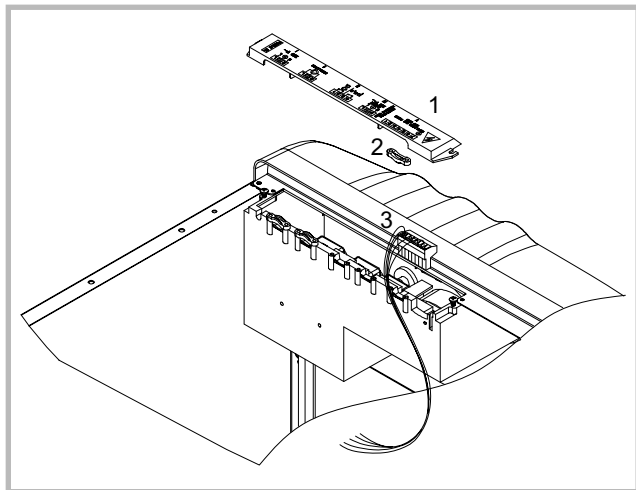

Figure 4 - Optimagaz "3000"
- Desserrer les vis et extraire le couvercle du tableau de contrôle (rep. 1, fig. 4).